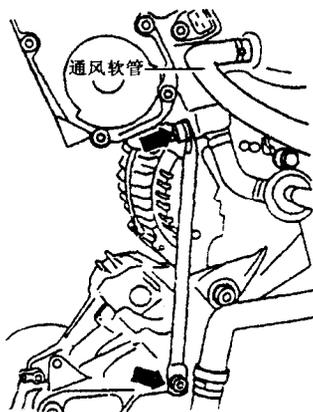

图 1.28 拆下曲轴箱通风软管
(7) 拆下曲轴箱通风软管和进气歧管支架, 如图 1.28 所示, 然后拆下进气歧管。